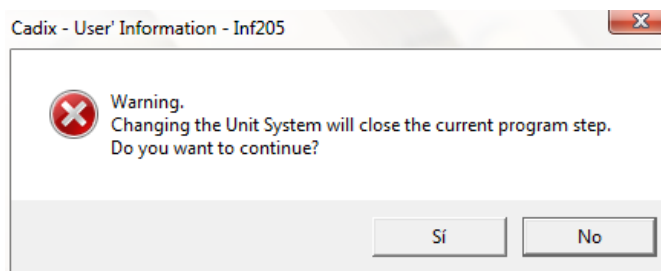

Figura 5.84: Cambio de unidades del sistema
- **Unidad del sistema:** indica las unidades de medida en que se está realizando el proyecto, en este caso en unidades métricas. Para cambiar de unas unidades a otras hay que pinchar encima de la unidad y saldrá una ventana (figura 5.84), que informa que del cuidado que hay que tener con dicho cambio ya que se cerrará la fase de proyecto actual, si se está de acuerdo pinchar en “Sí” y se cambiarán las unidades, sino pinchar en “No” y permanecerán las primeras unidades.